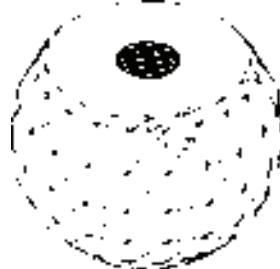

图 11-30 差集结果
6) 布尔运算处理。单击“实体编辑”工具栏中的“差集”按钮 ，从主体中减去上步绘制的扫掠实体，差集消隐后结果如图 11-30 所示。